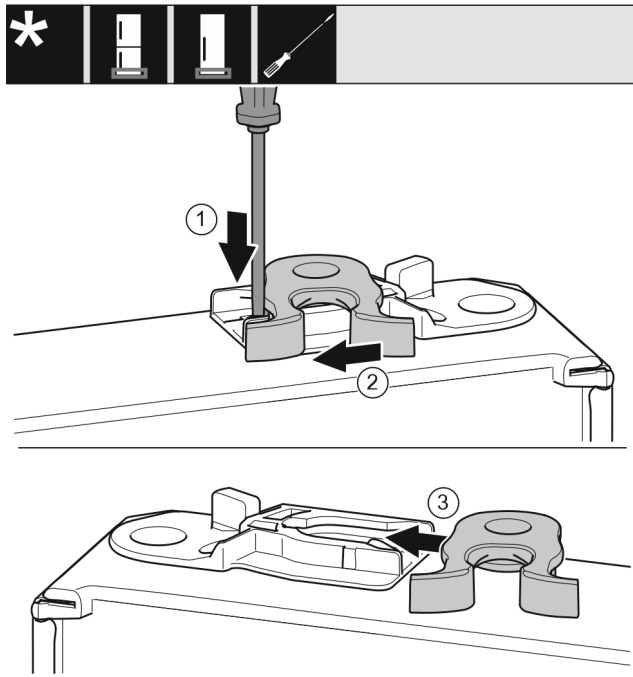

Fig. 21
- ▶ Spiediet ar skrūvgriezi mēlīti uz leju. Fig. 21 (1)
- ▶ Izvelciet aizvēršanas āķi no vadotnes. Fig. 21 (2)
- ▶ Iebīdīet aizvēršanas āķi vadotnē otrajā pusē. Fig. 21 (3)